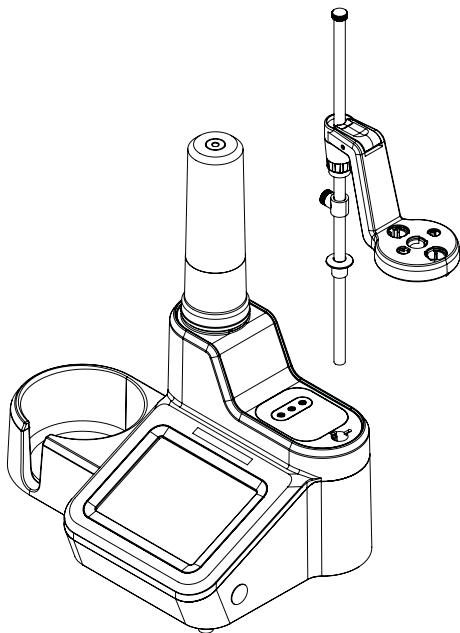

Abbildung 2. Anbringen des Elektrodenhalterschafts
1. Bringen Sie den Elektrodenhalterschaft an, indem Sie den Schaft in die Bohrung auf der Oberseite des Titratorkörpers einführen und die Nuten im Schaft auf die Führungen am Halter ausrichten. Siehe **Abbildung 2**.